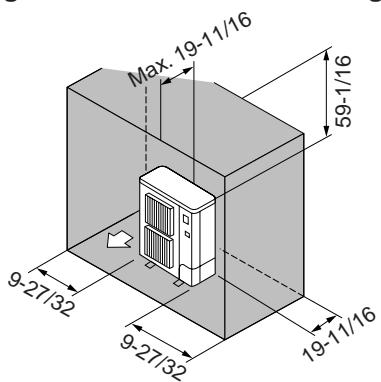

Fig. 2-7
⑥ Obstacles uniquement à l'arrière, sur les côtés et au-dessus (Fig. 2-7)